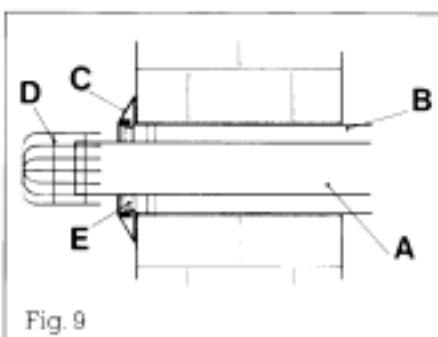

Fig. 9
Alle kedler er forsynet med (fig. 9):
- skær røret i den for installationen nødvendige længde, indfør aftækrsrøret indtil styret for inderrøret (fig. 9) ved slutningen af gitteret. Hvis monteringen er foretaget korrekt, vil aftækrsrøret (dia 60 mm) røre 7,5 mm frem fra lufrøret (dia 100 mm).